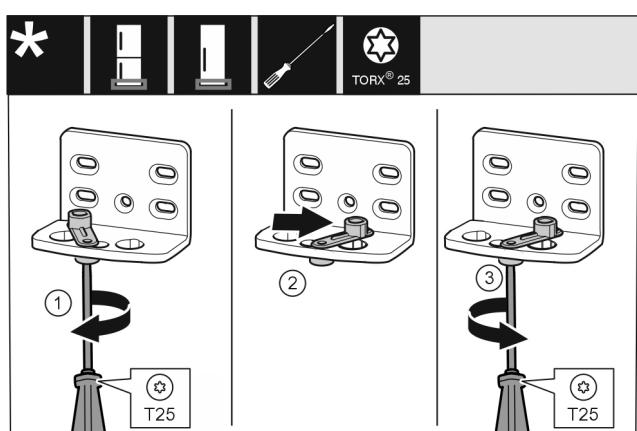

Fig. 13
- ▶ 用 T25 螺丝刀拧松螺钉。Fig. 13 (1)
- ▶ 将关门辅助装置提起并向右 90° 转入钻孔。Fig. 13 (2)
- ▶ 用 T25 螺丝刀拧紧螺钉。Fig. 13 (3)